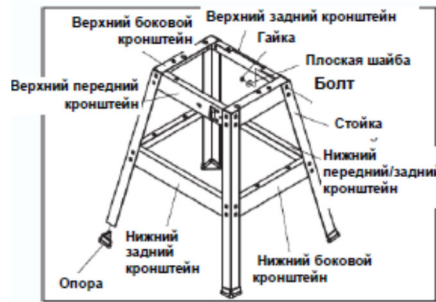

Рис. 3 Сборка станда
1. Используйте детали станда, 32 болта, плоские шайбы и шестигранные гайки для сборки, как показано на Рис. 3.